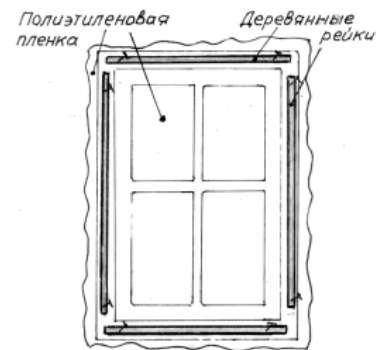

Рис.6
6. Чтобы уберечь тепло в вашем доме в зимнее время, покройте окна дома, снаружи, прозрачной полиэтиленовой пленкой, закрепляя ее деревянными рейками (рис.6). Весной рейки легко снять вместе с пленкой. Хотя полиэтиленовая пленка немного и ухудшит приток солнечного света в дом, зато заметно сэкономит тепло в вашем доме, а значит, и топливо и Ваши деньги.